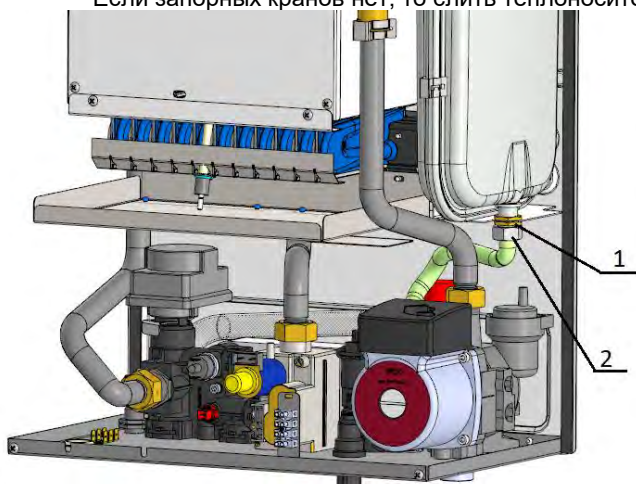
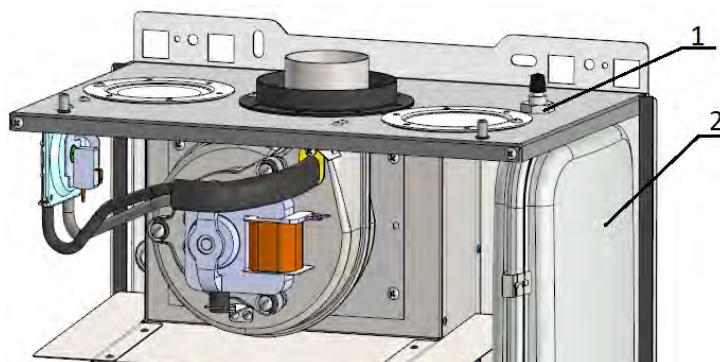

Рис. 16 Демонтаж трубы расширительного бака
Рис. 17 Демонтаж расширительного бака
- ключом на 19 отвернуть гайку (2), см. рисунок 16;
- ключом на 22 отвернуть гайку (1);
- ключом на 22 отвернуть гайку (1), см. рисунок 17;
- вытащить бак (2), потянув его вниз и на себя.